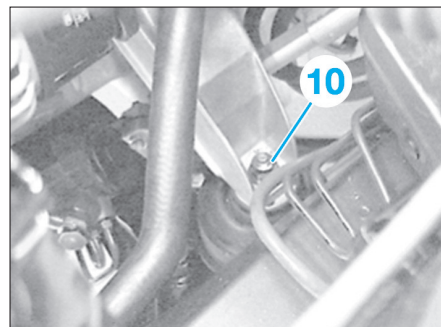

Fig. 108
- Déposer l'écrou (10) des supports moteur gauche et droit (Fig.108).